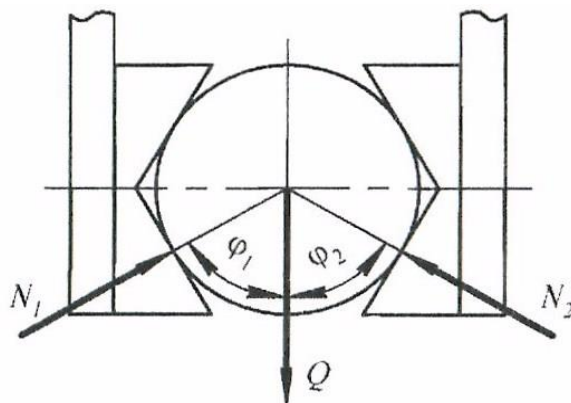

Рис. 1
3. Объект манипулирования массой  $m = 10,0$  кг удерживается в призматических губках схвата (рис. 1). Коэффициент трения в месте соприкосновения губок схвата с объектом манипулирования  $\mu = 0,12$ ;  $\varphi_1 = \varphi_2 = 60^\circ$ . Рассчитать силы  $N_1$ ,  $N_2$ , действующие в местах контакта объекта манипулирования с губками схвата.